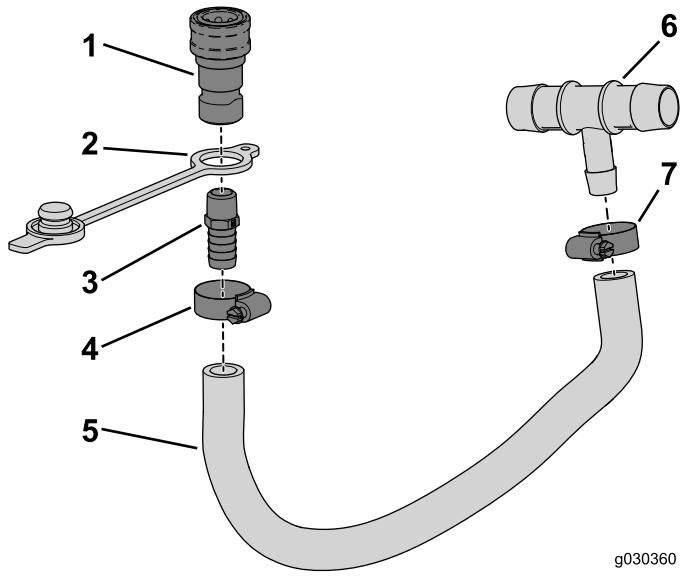

Рисунок 9
- Наденьте пылезащитную заглушку на резьбовой конец прямого штуцера (Рисунок 9).
- Завинтите прямой штуцер ( $\frac{3}{8}$  NPT x 0,625 [типа «елочка»]) в соединитель со внутренней резьбой (Рисунок 9).
- Вставьте конец типа «елочка» этого узла в шланг и закрепите шланговым хомутом (от  $\frac{1}{2}$  до  $1\frac{1}{4}$  дюйма), как показано на Рисунок 9.
- Вставьте конец типа «елочка» тройника в шланг и закрепите шланговым хомутом (от  $\frac{1}{2}$  до  $1\frac{1}{4}$  дюйма), как показано на Рисунок 9.
- Удалите крышки, закрывающие отверстия в опорной трубе (Рисунок 9).